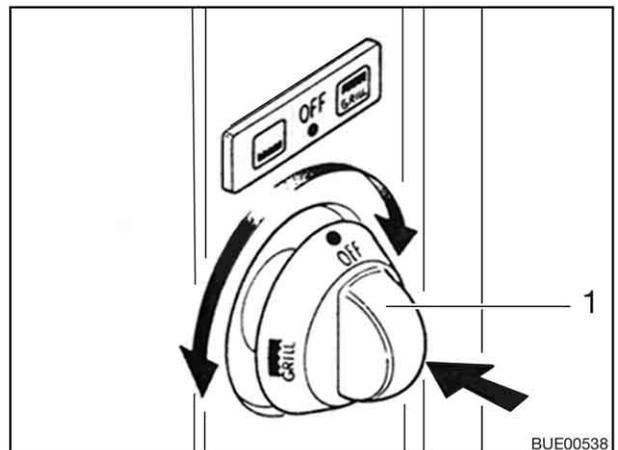

Bild 114 Drehregler
- Drehregler (Bild 114,1) leicht drücken und auf Backen  oder Grillen  stellen.
- Drehregler (Bild 114,1) drücken und gedrückt halten.
- Drehregler (Bild 114,1) drücken und 5 bis 10 Sekunden lang gedrückt halten.
- Drehregler (Bild 114,1) auf "OFF" drehen. Die Flamme erlischt.